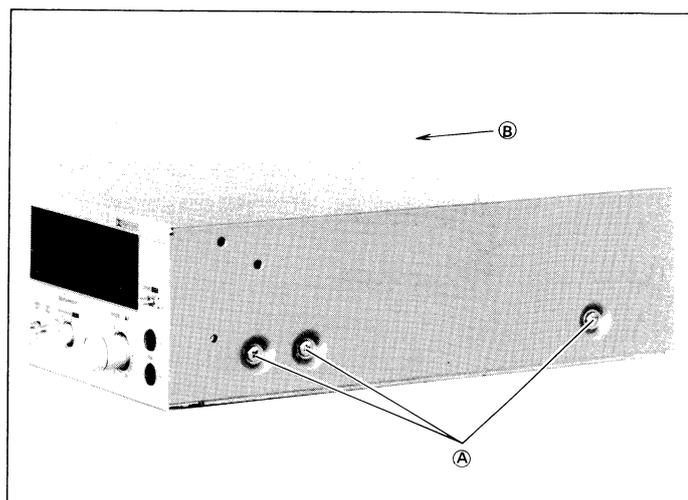

Abbildung 4-1
1. Die sieben Schrauben entfernen, mit denen das Gehäuse befestigt ist: sechs Schrauben (A) (auf der rechten und linken Seite) und eine Schraube (B) (an der Rückwand). (Siehe Abb. 4-1.)